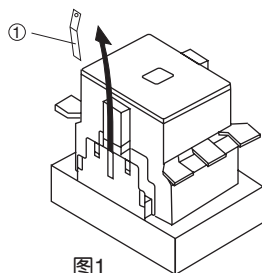

图1
- (1) 用镊子将安装在交流接触器侧面的透明罩①卸下。（图1）